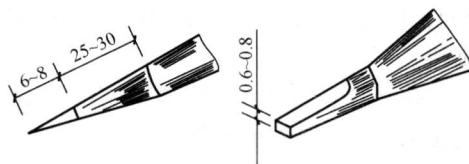

图 1-1-11 绘图铅笔及铅芯
(2) 绘图铅笔。绘图铅笔的铅芯有软、硬之分，分别用字母 B 和 H 表示，B 前的数字越大表示铅芯越软；H 前的数字越大，表示铅芯越硬；HB 表示软硬适中。铅笔应从没有标志的一端开始使用，以便保留标记，供使用时辨认。铅笔可削成圆锥形或四棱锥形，削去约 30 mm，铅芯露出 6~8 mm。H 铅笔用来画底稿，HB 铅笔用来加深细线、描粗线和写字。绘图铅笔及铅芯如图 1-1-11 所示。
(3) 墨水。墨水有碳素墨水和绘图墨水之分。碳素墨水不易结块；绘图墨水干得较快，易结块。目前市场上的高级绘图墨水亦适用于绘图墨水笔。